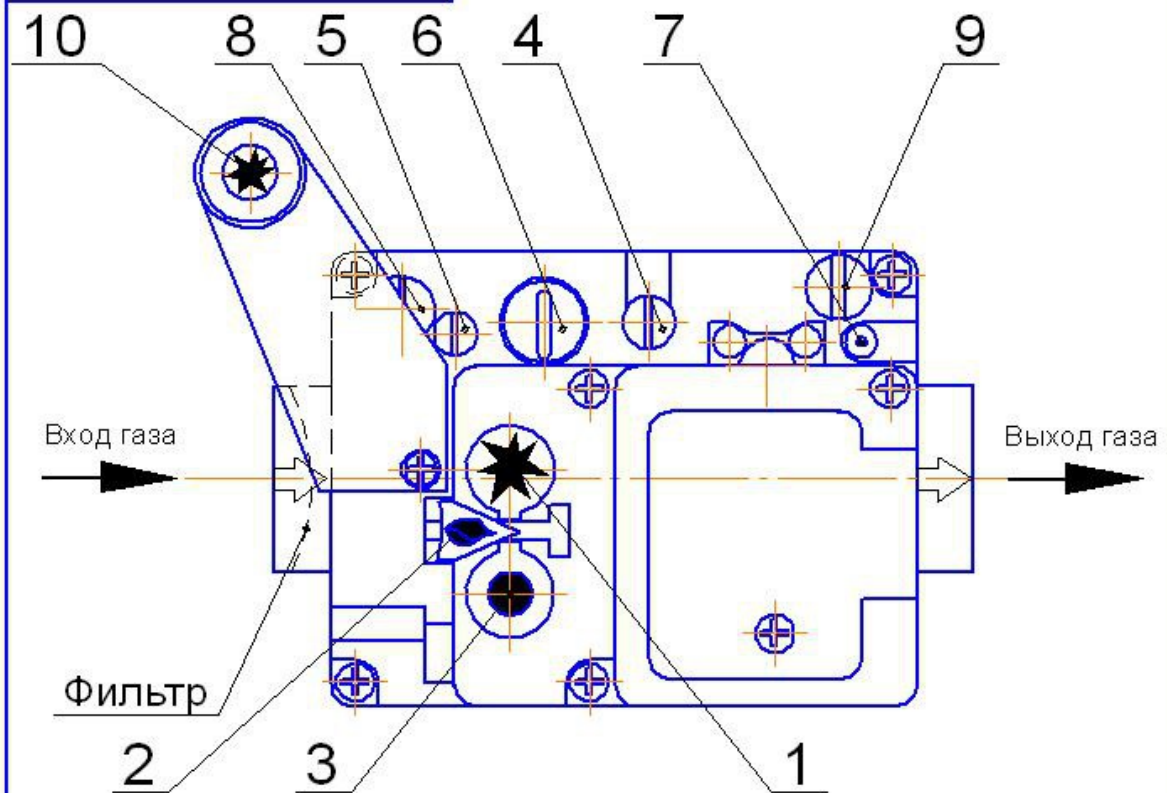

Рис.5 Элементы управления газовым клапаном. Вид сверху.
6.3.5 Нажмите кнопку «*» (п.1 рис.5) и удерживайте её полностью нажатой – проход газа к запальной (пилотной) горелке открывается. Не отпуская кнопку «*», нажмите кнопку пьезовоспламенителя 10 до щелчка. Контролируйте розжиг запальной горелки через смотровое отверстие щитка.
6.3.8 Для включения основной газовой горелки нажмите поперечную кнопку « » (поз. 2, рис. 5).
6.7 Для полного выключения котла нажмите кнопку «●» (поз.3 рис.5) полностью. Отпустите кнопку. При этом кнопки «●» и «*» фиксируются в нижнем положении. Когда ток, вырабатываемый термопарой, перестанет быть достаточным для удержания магнитного блока притянутым, кнопки «●» и «*» освобождаются, и переходят в верхнее положение. Теперь имеется возможность выполнить повторный розжиг. Если в этом нет необходимости, выключите тумблер «СЕТЬ» и закройте газовый кран перед котлом.